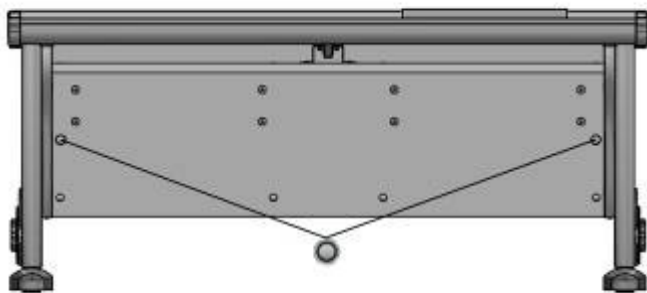

Рис. 30
5.2. Установить заглушки эксцентрика (поз. 7 пакет №3) согласно рис. 30.